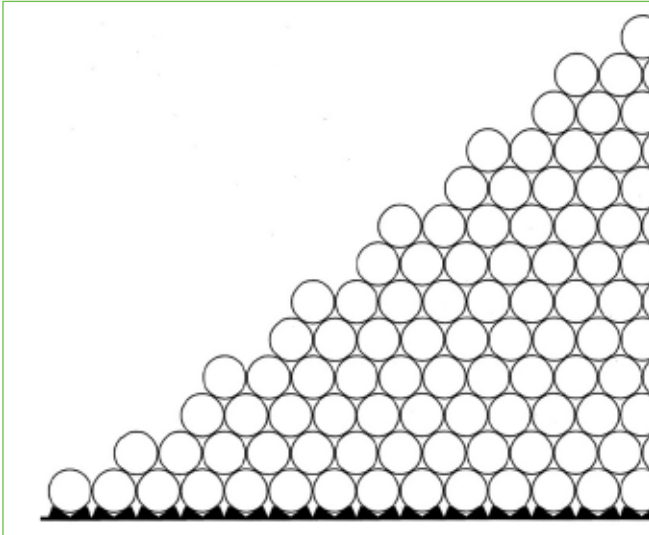

Abb. 7 Anordnung der Rohre, gestapelt auf dem Pipe Stop System
- Nachdem Sie die untere Schicht des Rohrstapels abgelegt und überprüft haben, positionieren Sie die verbleibenden Rohre. Siehe Abb. 7, wie der Rohrstapel angeordnet wird. Stellen Sie sicher, dass die freien Rohrpositionen an der Außenseite des Rohrstapels eingehalten werden!